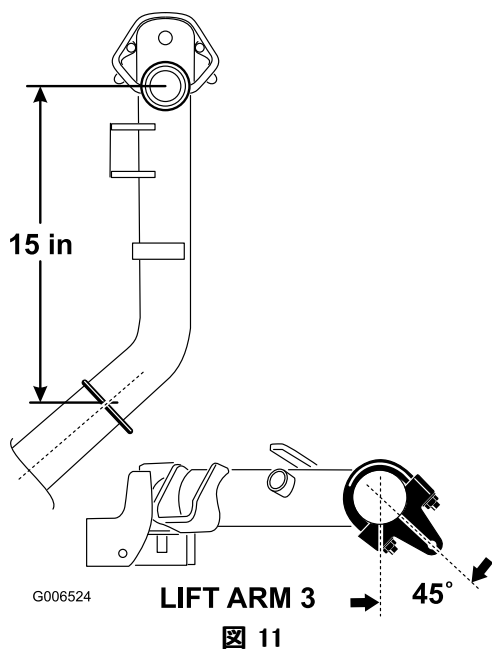

図 11
- 昇降アーム2番、3番では、ブラケットとUボルトが、ピボット・ナックルの中心線よりも38 cm 後ろになるように取り付ける (図 11)。各ブラケットが、機体の外側に対して45度回転した状態になるようにする。